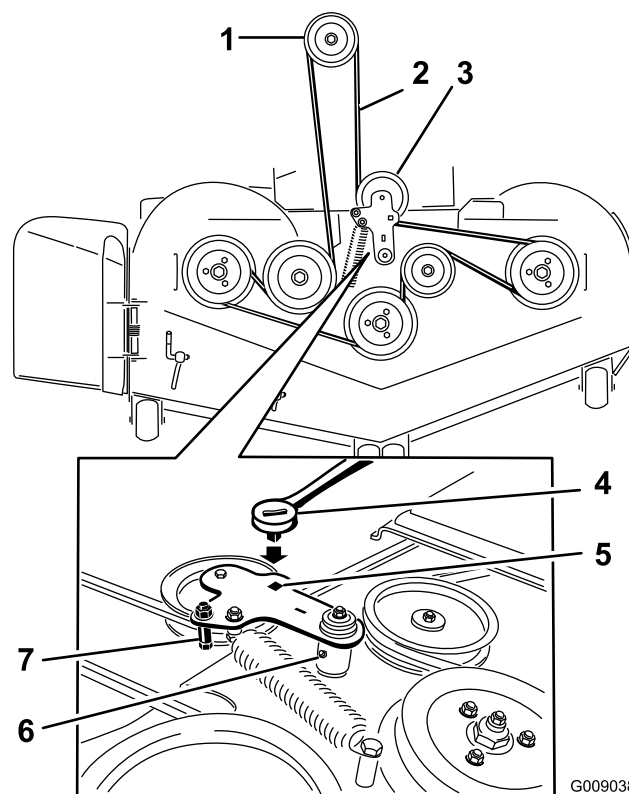

Figura 102
6. Sollevate la bacinella e inserite il cricchetto nel foro quadrato del tendicinghia del piatto di taglio (Figura 102).
7. Ruotate il tendicinghia del piatto di carico in senso orario e togliete la cinghia del tosaerba (Figura 102).